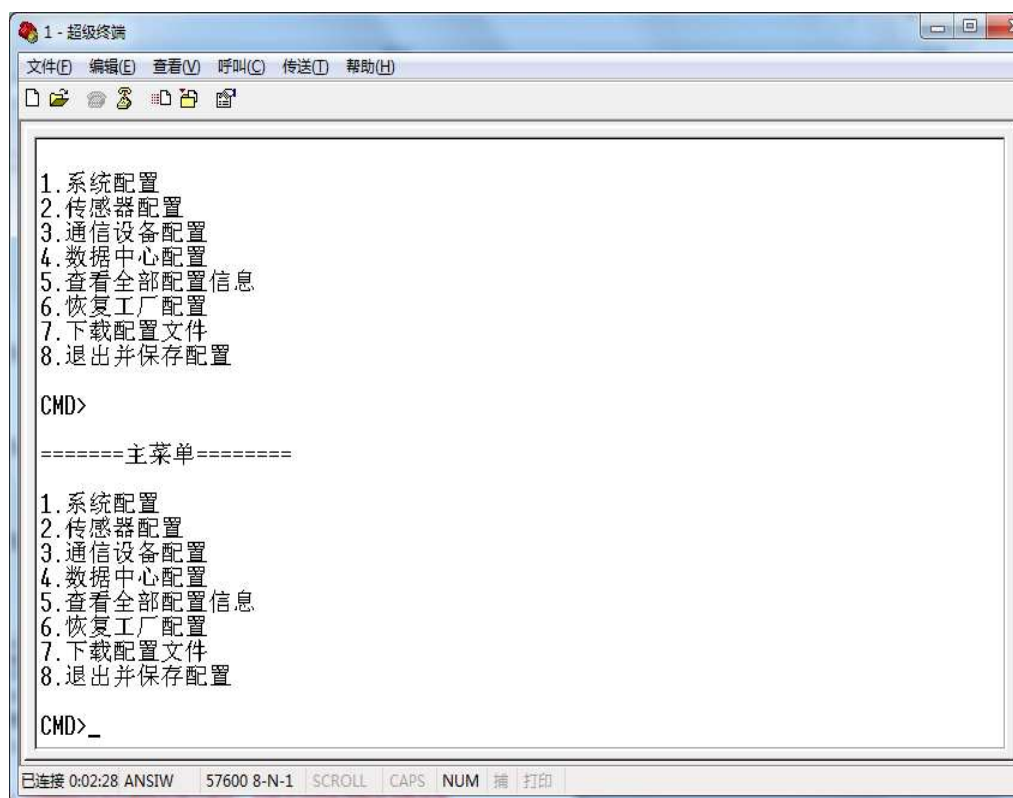

图 8 配置菜单
(2) 在设备关机情况下，按住电脑键盘“空格”键，然后开机，即可进入配置菜单，如图 8 所示。如超级终端显示的是乱码，则按几次回车键即可。如按空格键不显示菜单，检查超级终端配置是否正确，重新关机，按住电脑键盘“空格”键，然后开机。